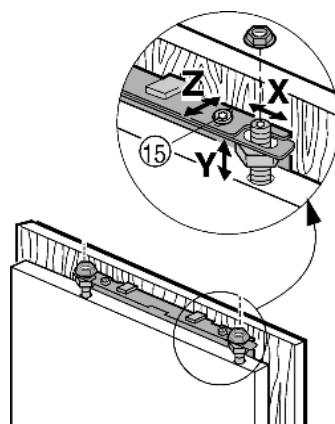

Fig. 17
- ▶ Выставьте мебельную дверцу по глубине Z: ослабьте сверху винты Fig. 17 (15), снизу винты Fig. 18 (24), затем сдвиньте дверь.